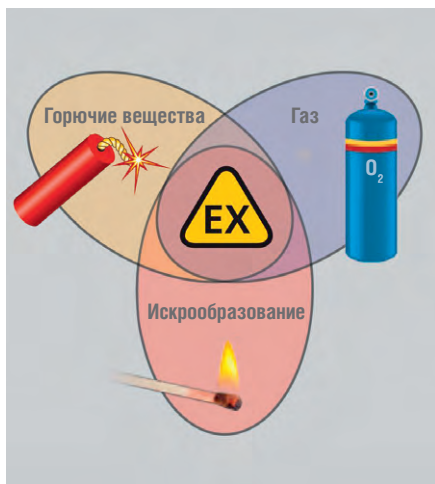

Рис. 1. Треугольник риска взрывоопасной зоны
- источники искрообразования, такие как разряд молнии; открытое пламя; искры, создаваемые при механических ударах; искры, создаваемые при механическом трении; электрические искры; электростатический разряд, создаваемый на нагретой гладкой поверхности; радиация; адиабатическое сжатие (рис. 1).